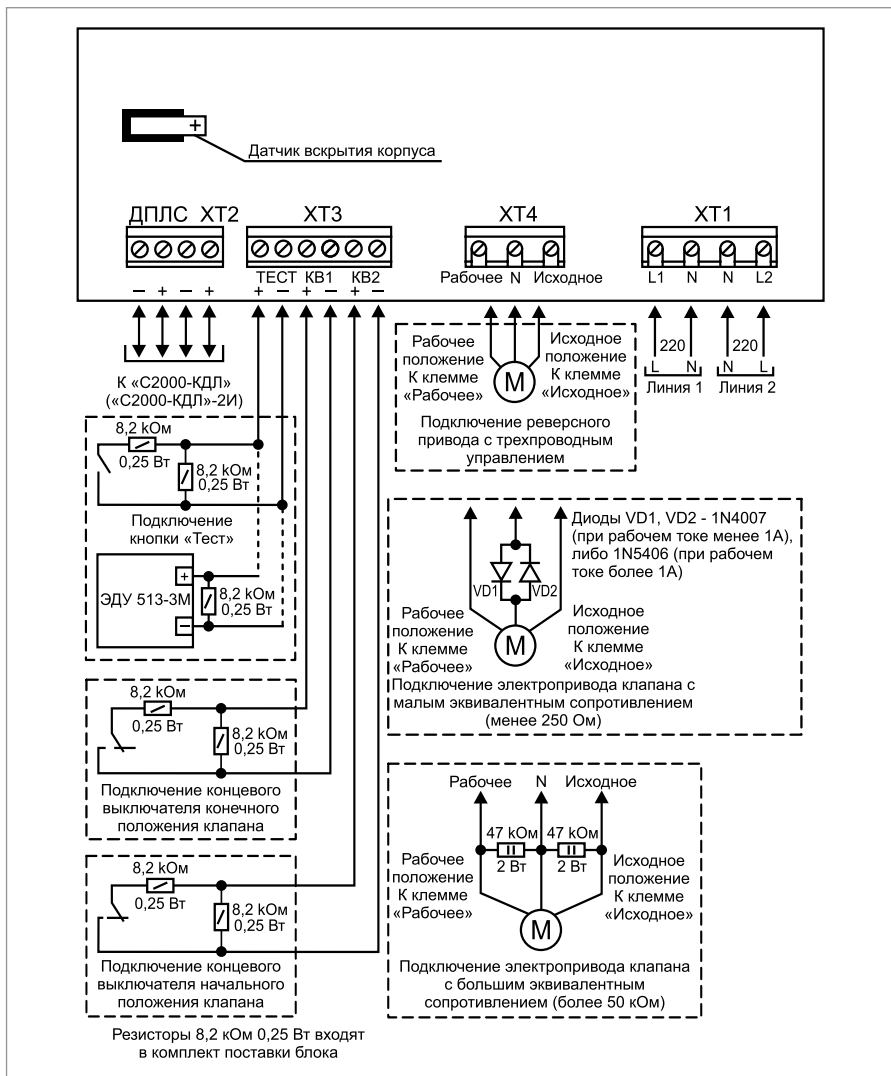

Рисунок 13. Схема внешних соединений блока «С2000-СП4/220», «С2000-СП4/220 исп.01»
2.2. Подключение соединительных линий производите в соответствии с проектной документацией и схемой на Рисунок 13.
1. Подключите воздушный клапан с электрическим приводом в соответствии с Рисунок 13, учитывая эквивалентное сопротивление клапана: